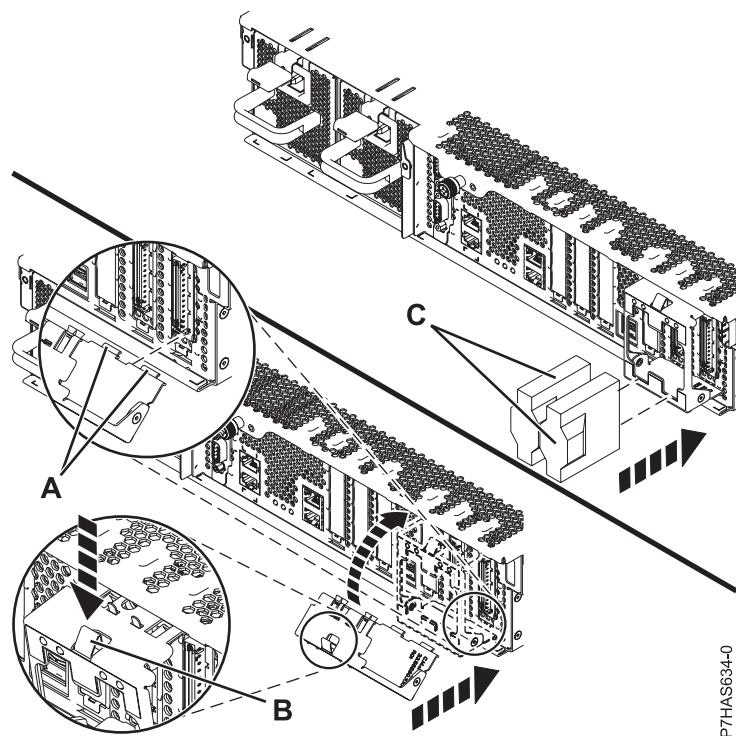

Figura 13. Substitució de la peça de retenció del cable
8. Si se subministra la peça de subjecció de retenció de cables, que es mostra a Figura 13 a la pàgina 15, duieu a terme els passos següents:
- a. Inclineu la peça de retenció del cable (A), que es mostra a la Figura 13 a la pàgina 15, fins a enganxar la pestanya de la part inferior de la peça a la ranura del conjunt de l'adaptador.
- b. Feu pivotar la peça de retenció del cable cap al xassís i premeu la brida de la peça de retenció (B) al forat del xassís per assegurar la peça.
9. Des de la part posterior del sistema, connecteu els cables de l'adaptador (C).